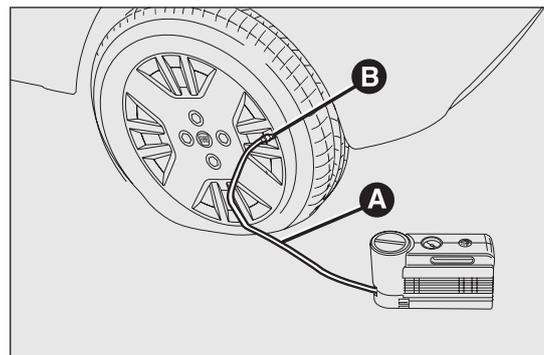

fig. 137
- Azionare il freno a mano. Svitare il cappuccio dalla valvola del pneumatico, estrarre il tubo flessibile di riempimento A fig. 137 ed avvitare la ghiera B sulla valvola del pneumatico;